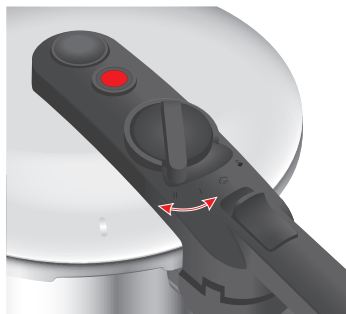

Fig. 11: Régler le niveau de cuisson
1. Définissez le niveau de cuisson souhaité sur le régulateur de pression (voir fig. 11).